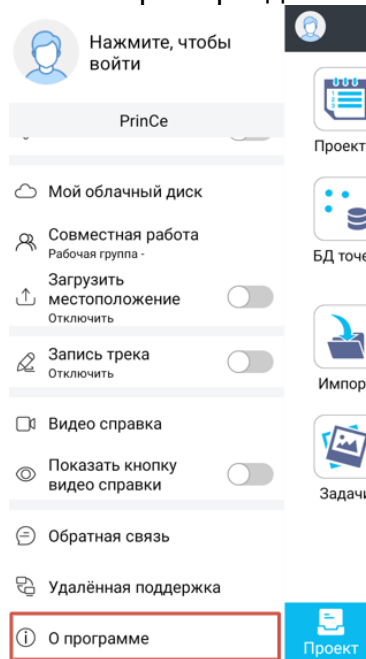

Рисунок 1.4.2
2. Раздел О программе (Рисунок 1.4.2)